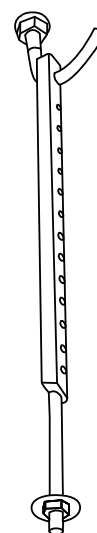

Fig. 4.4
4. Installare i 4 bulloni di sospensione (vedi Fig. 4.4).